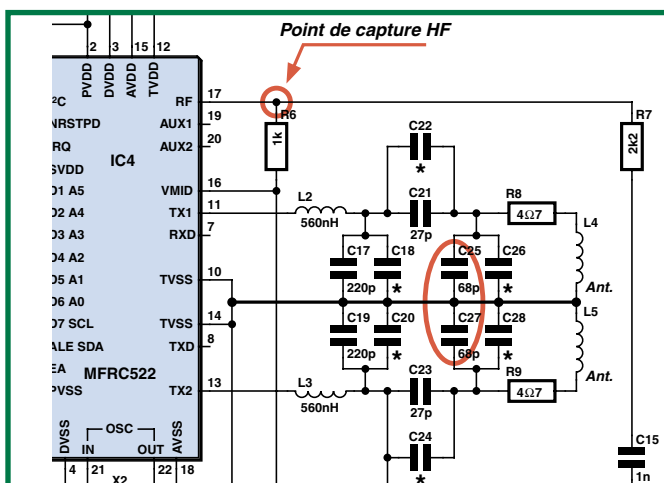

Figure 2. Vue des 2 condensateurs concernés et du point de capture pour une HF asymétrique.
Un examen de la partie concernée du schéma du lecteur RFID (cf. **figure 2**), la solution paraissait évidente, du moins c'est ce que je pensais ! Vos ouvrages d'études vous ont appris que si vous voulez faire résonner un circuit L/C parallèle à une fréquence plus élevée, il faut abaisser l'inductance (L) et/ou la capacité (C). Ne voulant pas modifier l'antenne gravée du circuit imprimé, je m'enquis des condensateurs C25 à C28. Je notais également que les composants dotés d'un astérisque C26 et C28 n'étaient pas présents. Malheureusement dans le cas présent d'une fréquence de résonance trop faible requérant une réduction de la capacité, de sorte que les positions C26 et C28 ne servaient à rien. Il semblait que le circuit d'antenne avait été conçu et testé en utilisant du matériau de circuit imprimé ayant des caractéristiques différentes de celle du matériau utilisé pour la production en série du lecteur RFID par la société assurant l'assemblage. Autrement dit, la valeur ϵ_r , la constante diélectrique, n'avait pas suffisamment été tenue.